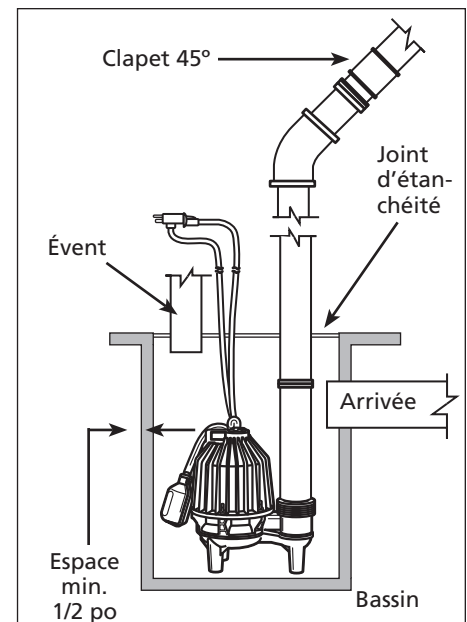

Figure 3 - Bassins préfabriqués
6. Cette pompe a un interrupteur à longe détachable avec une fiche superposée (Voir Figure 3). La longueur du longe (distance du cordon du flotteur à la pince) ne devrait pas être ajustée moins que 8,26-cm (3-1/4 po) et ne devrait pas être utilisé dans un bassin plus petit que 35,6-cm (14-po) de diamètre. Si vous utilisez un différentiel autre que celui réglé à l'usine, s'assurer que lorsque la pompe se coupe, qu'il y ait au moins 4 po de fluide dans le bassin pour que la turbine reste submergée.